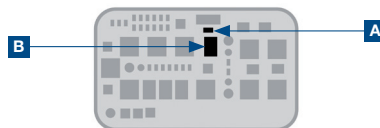

Figura 6
22 Introduceți releul (B) și siguranța (A) (figura 6)